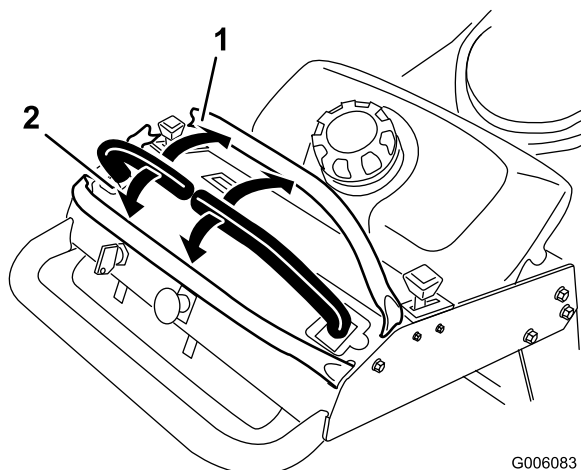

Figure 11
3. Pour vous déplacer en marche avant, poussez doucement les leviers de commande de déplacement vers l'avant (Figure 11).
Pour vous déplacer en ligne droite, appliquez une pression égale sur les deux leviers de déplacement (Figure 11).
Pour tourner, rapprochez du point mort le levier de commande correspondant à la direction que vous voulez prendre (Figure 11).
2. Pour vous déplacer en marche arrière, tirez doucement les leviers en arrière (Figure 11).
Pour tourner, relâchez le levier de commande correspondant à la direction que vous voulez prendre (Figure 11).